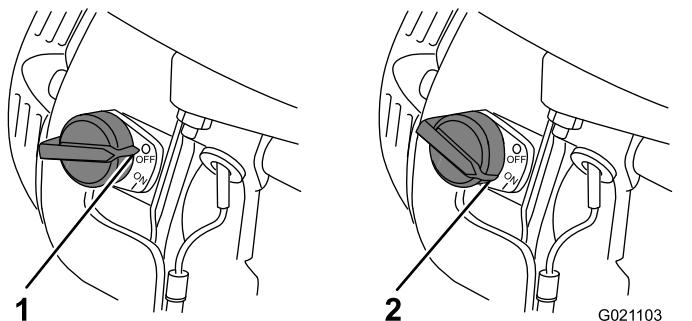

Figura 33
5. Mueva el interruptor del motor a la posición de ENCENDIDO (Figura 33).